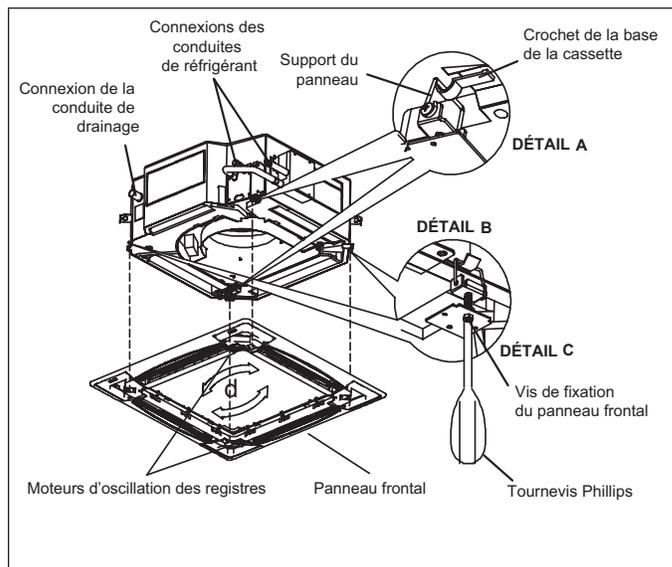

Figure 11. Installer le panneau frontal
5. Placer les supports du panneau frontal dans les deux coins avec les moteurs d'oscillation des registres. Placer ces deux supports sur les crochets correspondants dans les coins de la base de la cassette. Voir détail A à la «Figure 11. Installer le panneau frontal». Ensuite placer les autres supports des deux autres coins sur les crochets correspondants de la base de la cassette comme illustré par le détail B de la «Figure 11. Installer le panneau frontal».
9. Serrer les vis des supports du panneau frontal situées juste en dessous de chaque support. Voir détail C à la «Figure 11. Installer le panneau frontal». Au besoin, ajuster le panneau frontal en le faisant tourner légèrement dans le sens des